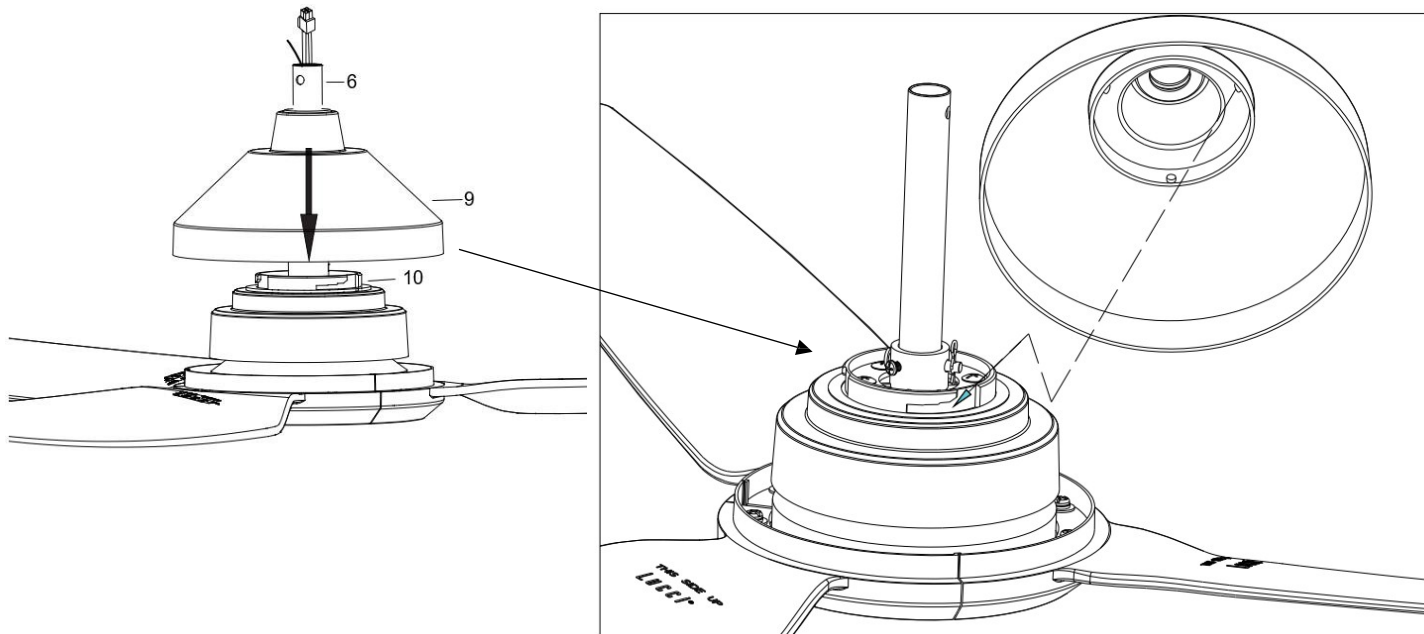

Рис. 5.4
6. Вставте декоративну кришку (9) на тягу (6), щоб закрити корпус муфти тяги (8) (рис. 5.4).
Нарешті встановіть декоративну кришку (9) на блок вентилятора (10), закріпіть її, натиснувши на паз декоративної кришки, і поверніть її за годинниковою стрілкою. (Рис. 5.4)